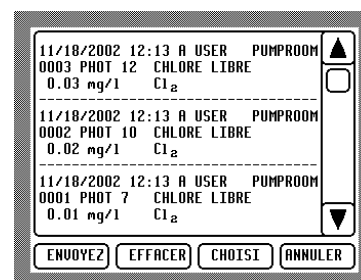

Fig 17 – Fichier de données
- Appuyez sur la touche **Mémoire**. Le livret de données (Fig 17) vient s'afficher.